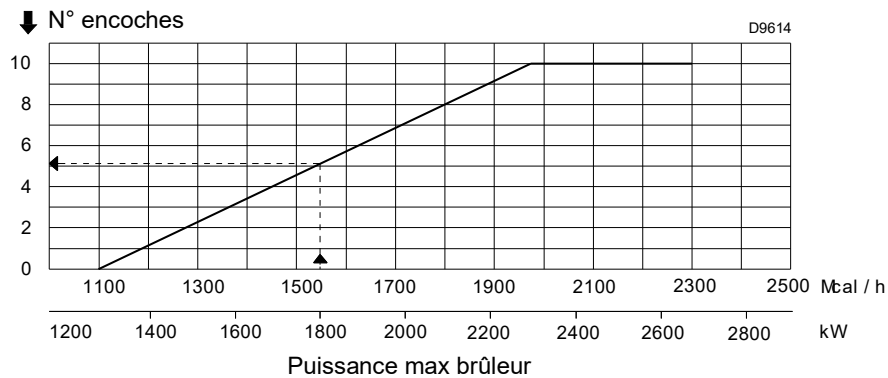
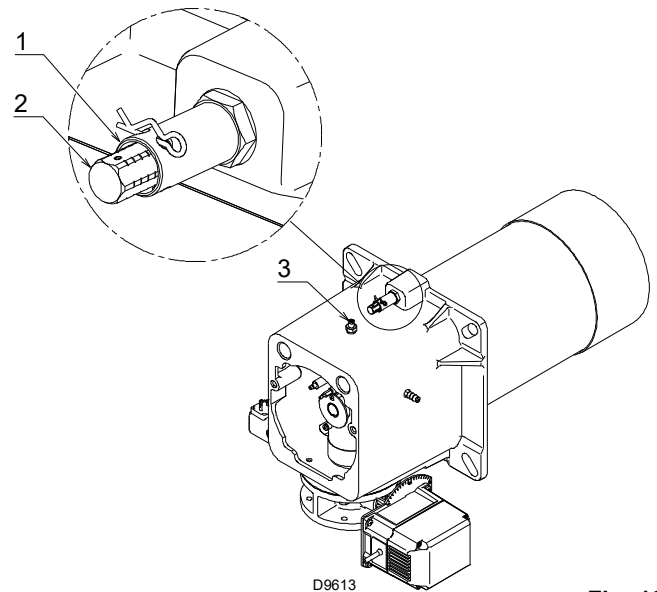

Fig. 17
Fig. 18
Trouver dans le diagramme (Fig. 17) l'encoche selon laquelle il faut régler la vis 2)(Fig. 18).
► Tourner la vis 2)(Fig. 18) jusqu'à ce que l'encoche corresponde avec le plan avant 1) de la bride.
Pour en faciliter le réglage, desserrer la vis 3)(Fig. 18), régler puis bloquer.
Le diagramme (Fig. 17) illustre que pour cette puissance les réglages du gaz et de l'air doivent s'effectuer sur l'encoche 5.